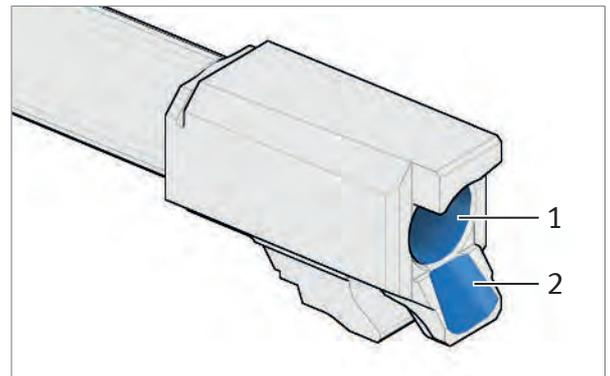

Abb. 49: Rohr, Patronenlager und Führungsfläche reinigen und entölen
4. Saubere Reinigungsdochte mehrfach durch das Rohr ziehen, bis das Rohr, das Patronenlager und die Führungsfläche frei von Öl und Fremdkörpern sind (Abb. 49).